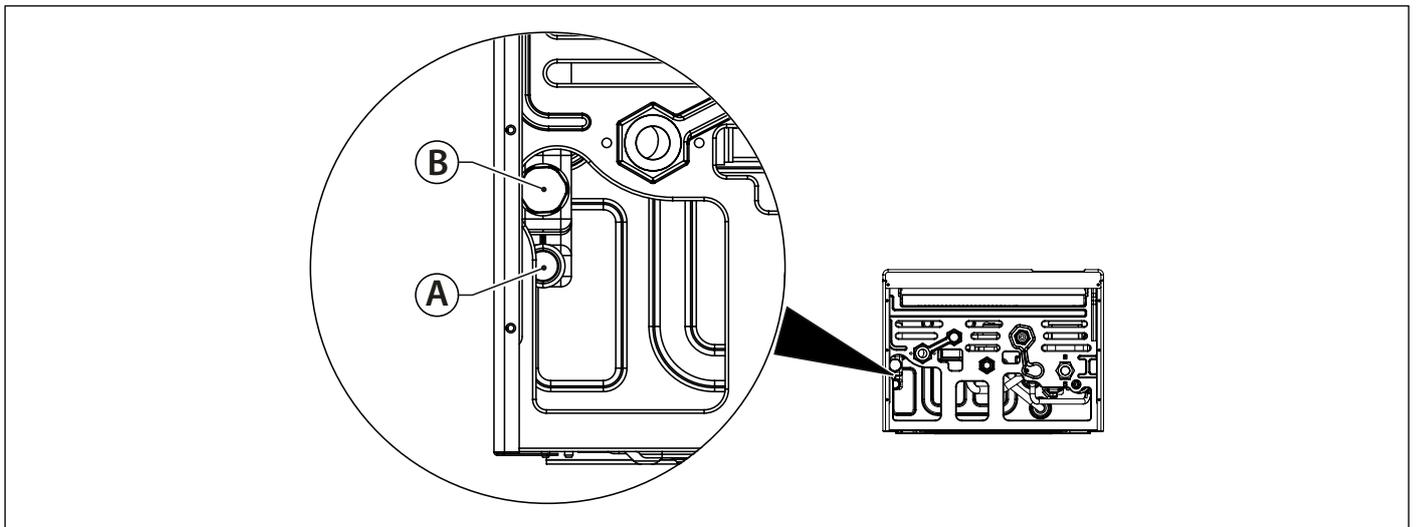

Fig. 18 Évacuation de l'eau de condensation
Le système d'évacuation de l'eau de condensation doit être relié au raccordement spécifique (A) prévu dans la chaudière (voir Fig. 18 Évacuation de l'eau de condensation).